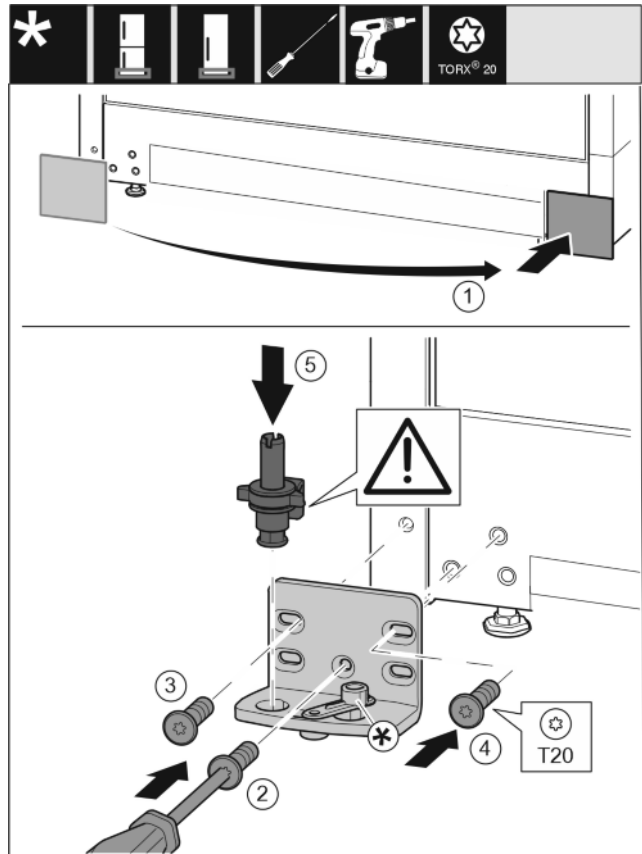

Fig. 15
- ▶ Odoberte kryt a pripevnite ho na druhú stranu. Fig. 15 (1)
- ▶ Ložiskovú konzolu nasadíte na druhú stranu a priskrutkujte ju pomocou skrutkovača T20. Začnite skrutkou 2 dole v strede. Fig. 15 (2)
- ▶ Pevne zaskrutkujte skrutku 3 a 4. Fig. 15 (3,4)
- ▶ Ložiskový čap úplne nasadíte. Dbajte pritom na to, aby zaistovací doraz ukazoval smerom dozadu. Fig. 15 (5)